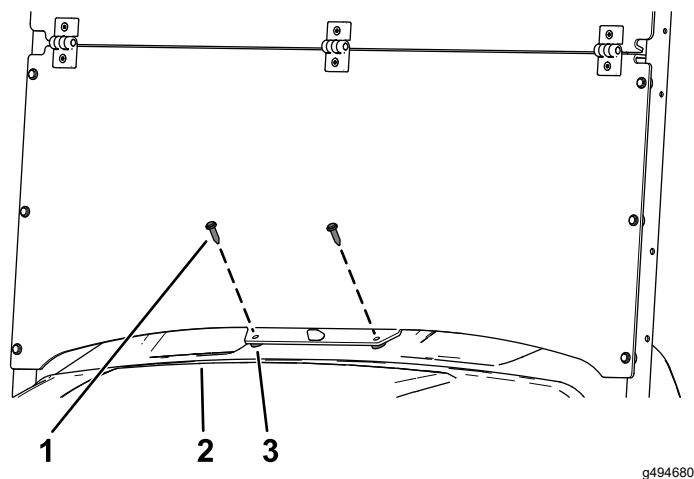

Figura 10
- Prenda o fundo da parte inferior do para-brisas ao painel de instrumentos utilizando dois espaçadores de plástico e dois rebites de plástico compridos (Figura 10).